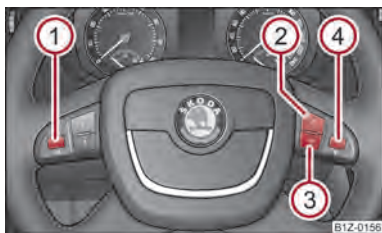

Fig. 113 Volant multifonctions : Touches de commande pour le téléphone
Afin que le conducteur puisse continuer de se concentrer au maximum sur la circulation lorsqu'il veut utiliser le téléphone, des touches ont été placées sur le volant pour une utilisation simple des fonctions de base du téléphone $\Rightarrow$ fig. 113.
- en appuyant de façon prolongée sur la touche  du volant multifonction ⇒ fig. 113.